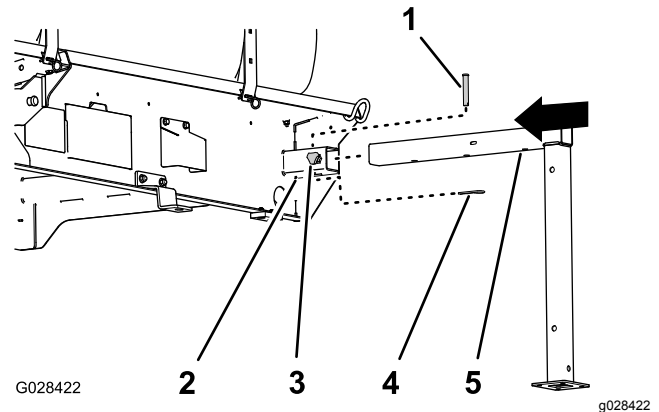

Figura 130
1. Alinhe o macaco frontal com o recetor do macaco na frente do depósito (Figura 130).
2. Insira o macaco frontal com o recetor até que o furo do meio no tubo horizontal do macaco esteja alinhado com o furo na parte superior do recetor (Figura 130).
4. Enrosque bem à mão um manípulo de bloqueio no recetor (Figura 130).